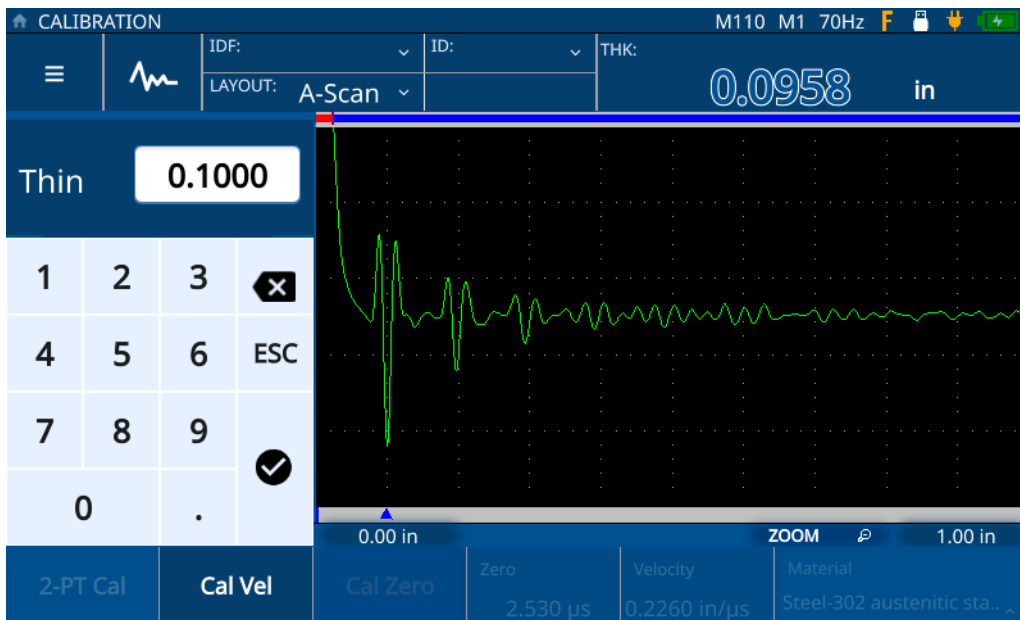

Figura 5-6 Inserção de espessura da amostra
5. Toque no valor de **Thin** (Fino) para entrar no modo de edição e insira a espessura da amostra (consulte Figura 5-6 na página 45).